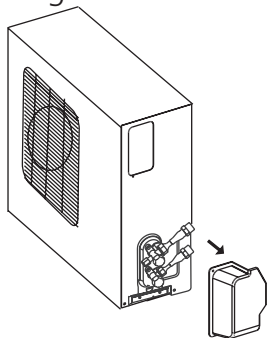

Abb. 6.1
1. Entfernen Sie zunächst einmal wie in Abb. 6.1 gezeigt die sich an der Außeneinheit befindliche Wartungsblende.